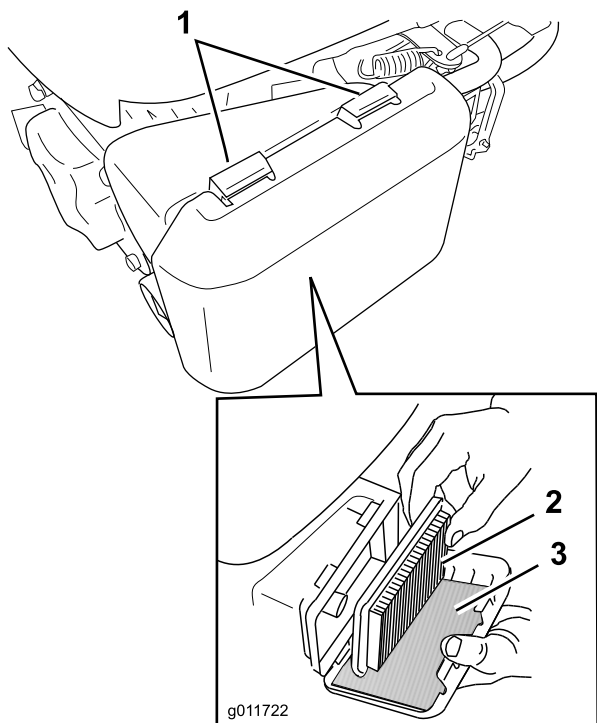

Figure 36
1. Appuyez sur les languettes de verrouillage en haut du couvercle du filtre à air (Figure 36).
3. Retirez l'élément en papier et le préfiltre en mousse (Figure 36).